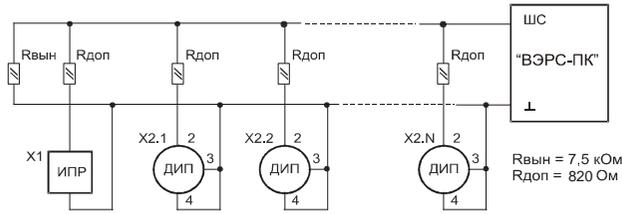
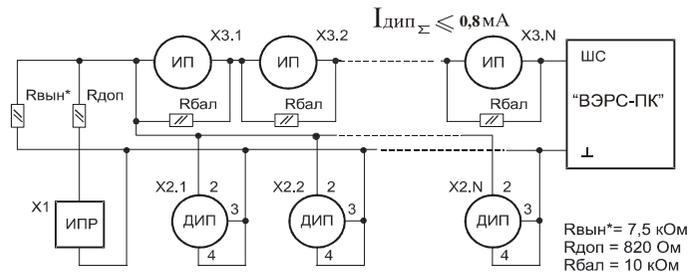

Рис.3. Схемы включения ШС типа ШННС и ШПНС с несколькими дымовыми извещателями (типа ИП212) и сработкой по двум извещателям (с перезапросом).
Рис.5. Комбинированная схема включения ШС типа ШННС со сработкой по одному извещателю (с перезапросом).
**ШННС** – пожарный шлейф с нормальной нагрузочной способностью ( $I_{дип} < 0,8$  ма). Данный шлейф допускает подключение ИП по рис.3 и рис.5.
**ШПНС** – пожарный шлейф с повышенной нагрузочной способностью ( $I_{дип} 0,8...2,9$  мА). Данный шлейф допускает подключение ИП по рис. 3.